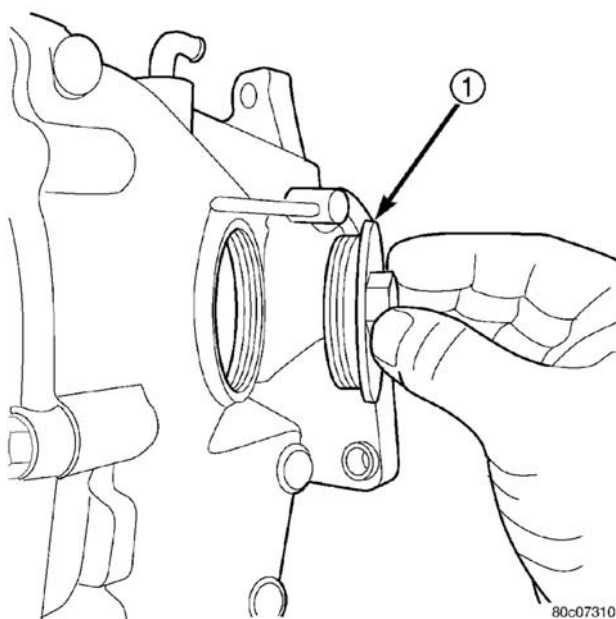

图 8 检查塞
- (1) 用举升器升起车辆。
- (2) 拆下 PTU 检查塞（图 8）。
- (3) 使用合适的吸入枪从 PTU 抽取油液。确保软管接触壳底部,以确保所有的油液都排出。